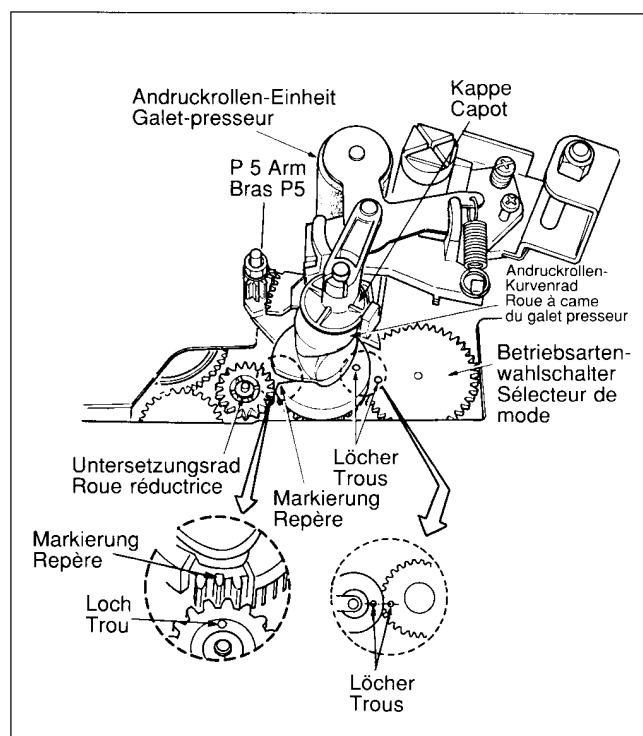

Fig. 71
1. Das Andruckrollen-Kurvenrad auf den Haltestift schieben. Den P5-Arm spannen (von Hand), und das Kurvenrad ganz auf den Haltestift schieben. Dabei muß die Lochmarkierung des Kurvenrades mit dem Loch des Betriebsartenwahlschalters fluchten. Das Loch des Untersetzungsrades liegt dann in einer Linie mit der Markierungsnase in der Aussparung oberhalb des Zahnkranzes des Andruckrollen-Kurvenrades. Fig. 71
2. Die Andruckrollen-Einheit auf den Andruckrollenhaltestift schieben. Andruckrollen-Kurvenrad und Andruckrollen-Einheit mit der dazu gehörenden Kappe sichern. Fig. 71
1. Glisser la roue à came du galet presseur sur son axe. Tendre le levier P5 à la main et introduire totalement la roue à came. De plus, les trous de repérage de la roue à came et du commutateur de mode doivent coïncider. Le trou de la roue réductrice se trouve alors aligné avec le repère situé dans l'évidement au-dessus de la couronne dentée de la roue à came du galet presseur. Fig. 71
2. Glisser l'ensemble galet presseur sur son axe. Bloquer la roue à came et l'ensemble galet presseur avec leur capuchon. Fig. 71